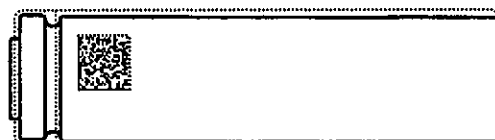

Fig.3
6.7 2 Dimensional Code 2 次元コード (Fig.3)